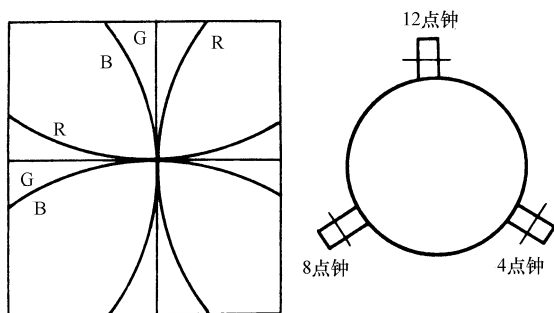

图 4-8 动会聚调整 (二)
2) 若出现如图 4-8 所示的情况时，可将一个橡皮楔从 12 点钟位置慢慢插入，使水平线和垂直线在边缘重合，然后将另外两个橡皮楔分别从 4 点钟和 8 点钟的位置插入，并用胶带固定。